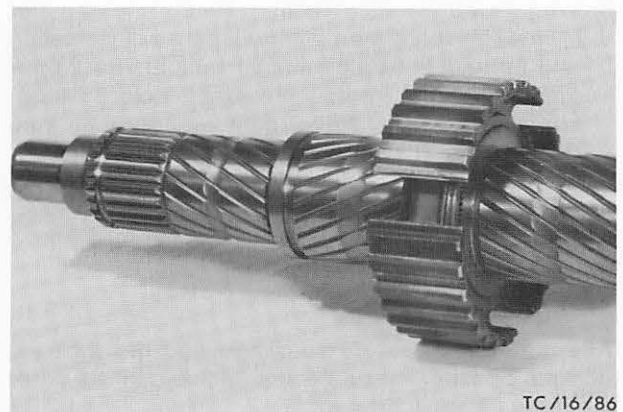

Abb. 73 Hauptwelle mit Synchronkupplungsnahe 1./2. Gang
3. Die Synchronkupplungsnahe (1./2. Gang) und die Hauptwelle bilden eine Einheit und dürfen daher nicht weiter zerlegt werden. Abb. 73.